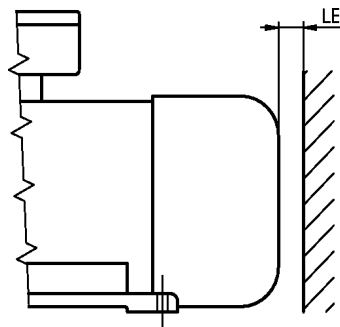

Abbildung 2: Mindestabstand von Hindernis zu Lufteintrittöffnung
Lufttritt und -austritt der Lüfterhaube dürfen nicht behindert sein, da sonst die Erwärmung über die zugelassene Temperaturklasse steigt, sowie die Lebensdauer der Wicklungsisolierung verkürzt wird (→ Abbildung 2 und → Tabelle 2).
Tabelle 2: Mindestabstand (LE) eines Hindernisses von der Lufteintrittsöffnung, → Abbildung 2